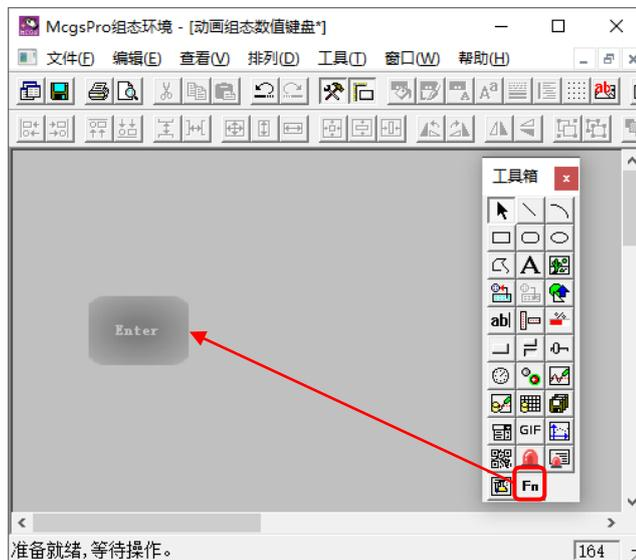

图 2.3-4 添加键盘按钮
- ② 双击进入新建的【数值键盘】窗口组态界面。如图 2.3-4 所示，从【工具箱】中添加一个【键盘按钮】构件；